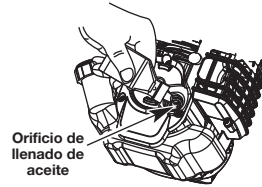

Fig. 2
4. Vierta todo el contenido de la botella de aceite en el cigüeñal (Fig. 2).